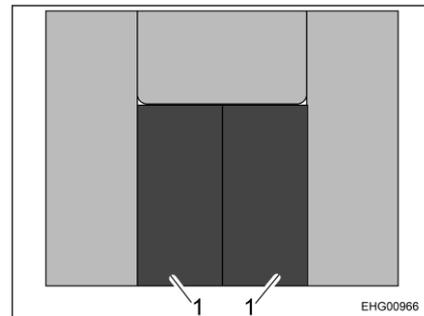

Fig. 67 Plano de cojines
- Colocar los cojines de respaldo (Fig. 67,1) según el plano de cojines (Fig. 67). Si se habían quitado los cojines de asiento, volver a colocar los cojines de asiento.